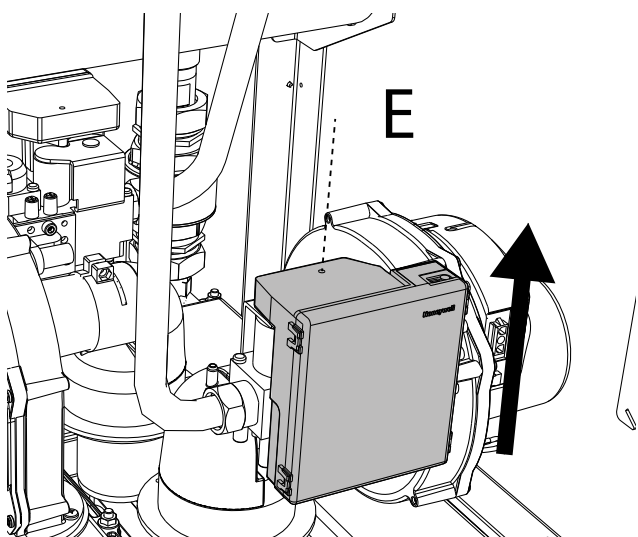

рис. 63
2. Открутите винт «Е» и снимите блок управления с газового клапана (рис. 63).